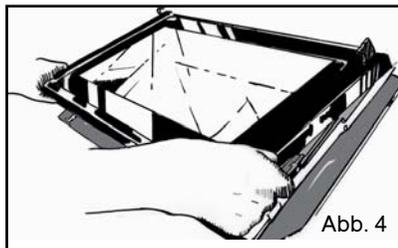

Abb. 4
- Den Rahmen mit der Scheibe herausziehen (Abb. 4).